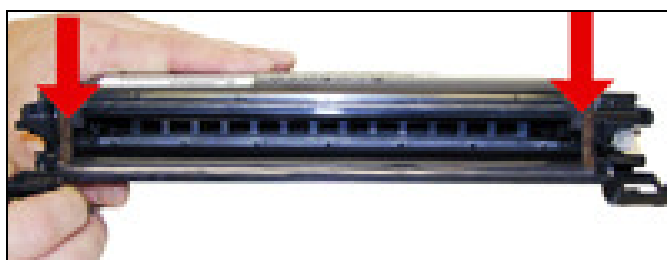

Figura 29
25) Constatar que el sello de espuma de la cuchilla dosificadora y sellos del rodillo revelador est n intactos y limpios. Ver Figura 29.